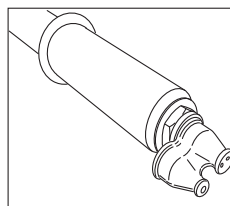

Figure 6.
- Déterminez le motif de pulvérisation voulu. L'embout a une option à un seul trou pour un motif à jet ou une option à deux trous pour un motif en éventail. **Voir la figure 6.**